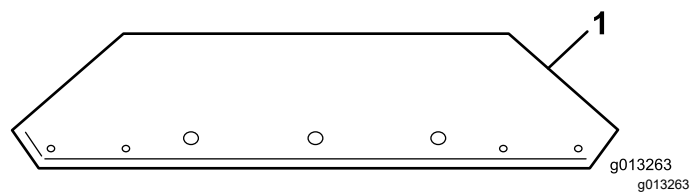
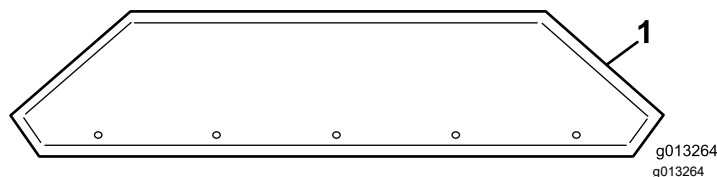

Figura 10
Figura 11
- Îndepărtați extensiile pentru buncărul de alimentare din cutie și identificați partea din față și cea din spate (Figura 10 și Figura 11).